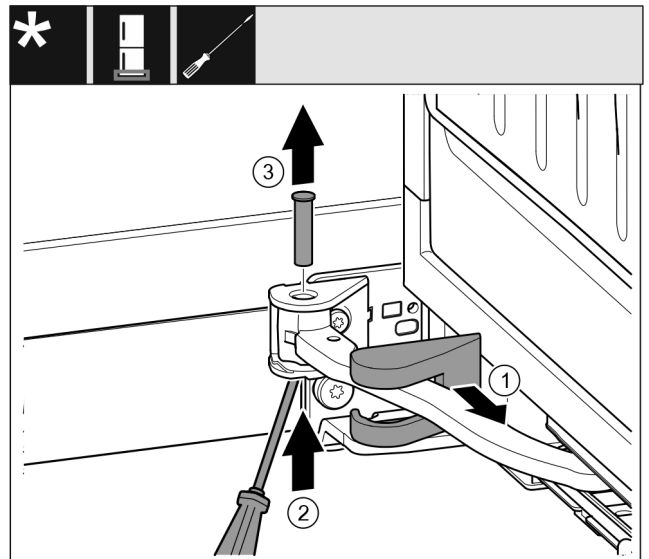

Fig. 15
- ▶ Rimuovere la copertura del blocco di supporto Fig. 15 (1) e spingerla lungo il giunto.
- ▶ Sollevare dal basso i perni Fig. 15 (2) con un cacciavite.
- ▶ Estrarre il perno Fig. 15 (3) dall'alto.